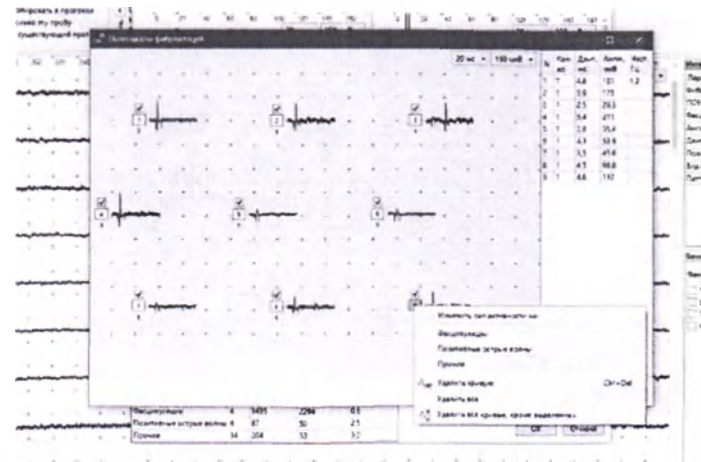

Рис. 187. Редактирование феноменов спонтанной активности
4. Для более детального количественного анализа активируйте одно из окон (кнопка «Подробнее...»). Это позволит более подробно рассмотреть найденные феномены и отредактировать полученные результаты. Можно переносить виды активности из одного окна в другое (рис. 187).